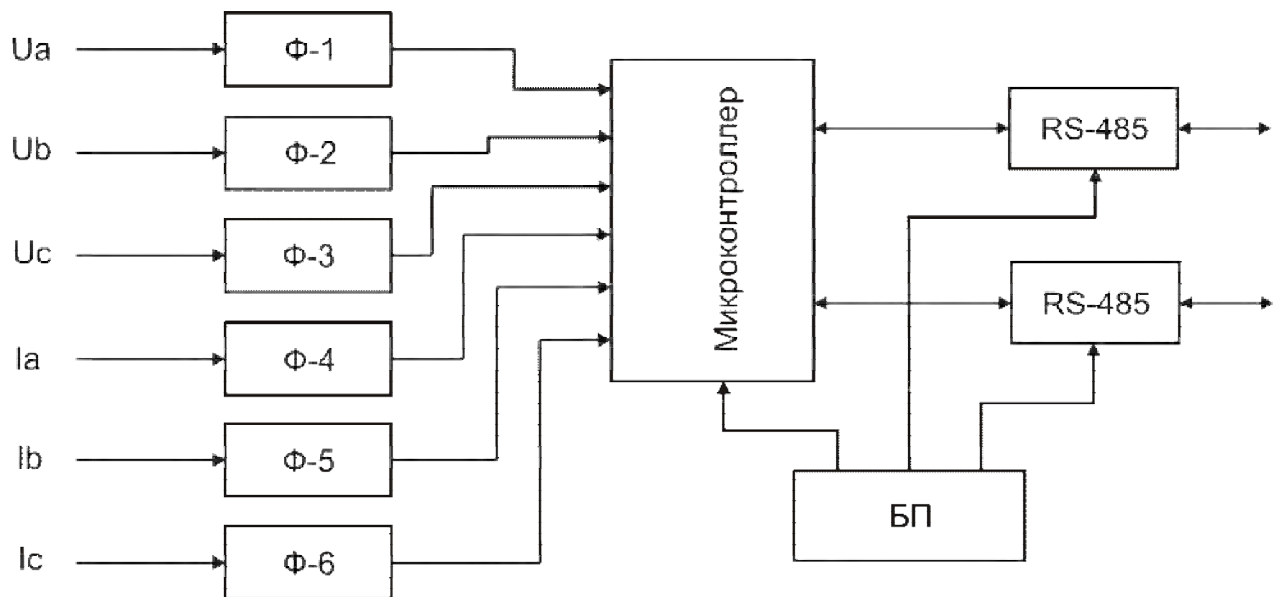

Рисунок 1 Функциональная схема ETxxx
1.4.3 Электрическая часть ПИМ (Рисунок 1) состоит из формирователей входных сигналов токов и напряжений (Ф-1 – Ф-6), электронного вычислительного модуля (микроконтроллер), двух модулей интерфейсов (RS-485) и модуля питания (БП).